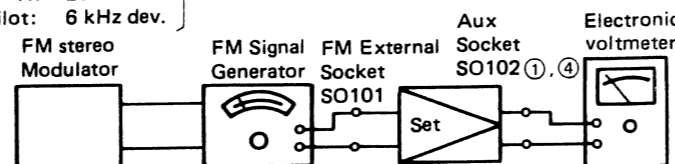

Figure 35-6 FM Separation Adjustment
- Make connection of instruments as shown in Fig. 35-6.
- Den Geräteanschluß gemäß der Abbildung 35-6 vornehmen.
- Brancher les appareils comme l'indique la Fig. 35-6.